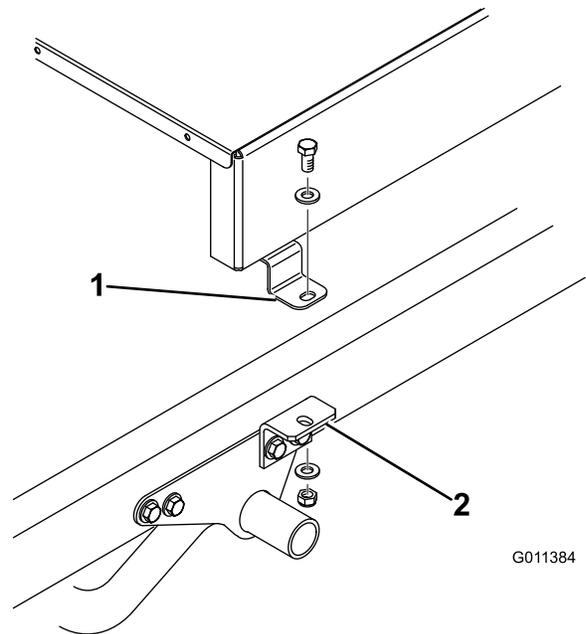
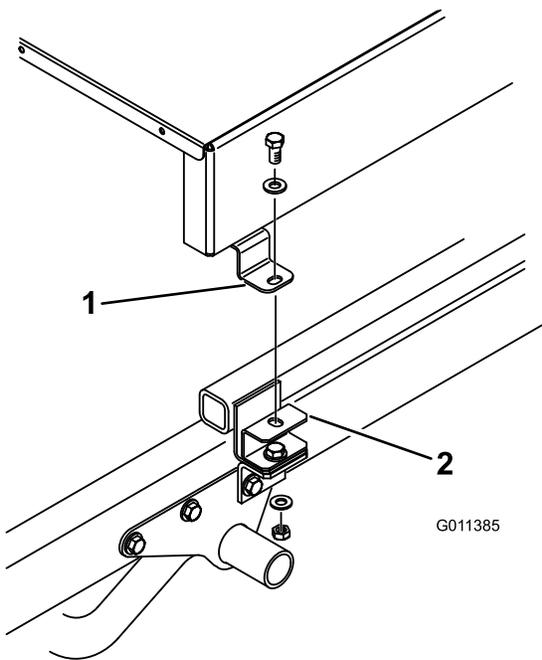

Bild 9
Bild 10
7. Befestigen Sie die Oberseite jeder Anbaugeräthalterung (Bild 9) oder Distanzstückaufnahme (Bild 10) mit einer Kopfschraube (1/2 x 1"), zwei Flachscheiben und Sicherungsmuttern lose an der Befestigungsflasche an jeder Seite des Topdressers. Ziehen Sie die Befestigungen an.